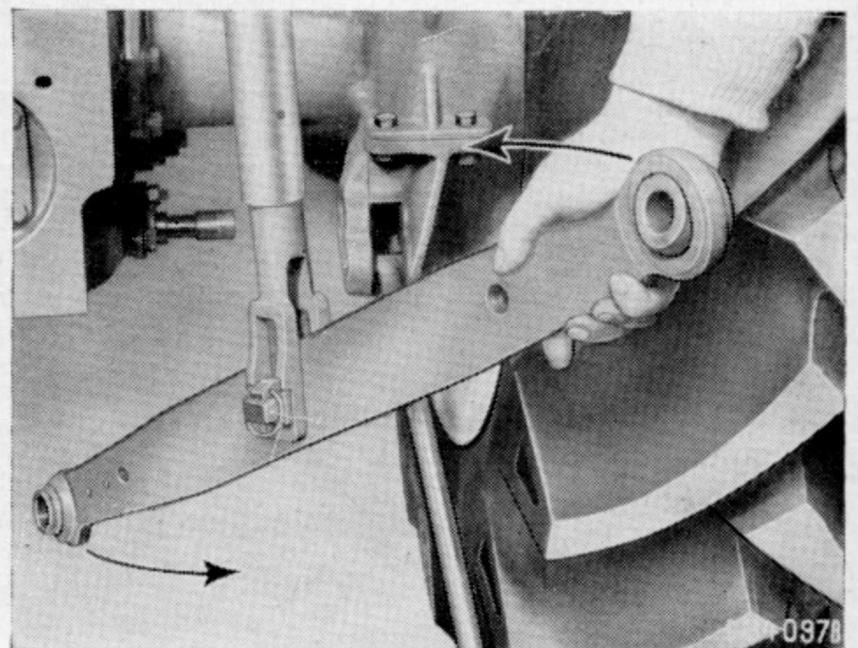

Bild 145. Umstellen der unteren Lenker
b) Beide **unteren** Lenker vom Schlepper lösen, umdrehen (Bild 145) und mit ihrem bisher freien Ende (mit breiter Kugel) am Schlepper befestigen. Ab-
standsbüchsen mit Klappringstecker **umgekehrt** auf Zapfen stecken (vergl. Bild 145 a und 145 b). Einspannbüchsen  $22 \times 28 \text{ mm } \phi$  (beim Werkzeug) **geräte-**
Die Aufhängung der Hubstangen an den unteren Lenkern ist bei Kategorie II weiter hinten (Bild 145 c). Dadurch wird die für die schwereren Geräte der Kategorie II notwendige größere Hubkraft erzielt.
Bild 145 a. Abstandsbüchse — Stellung für Kategorie I (= Auslieferungszustand)
Bild 145 b. Abstandsbuchse
Bild 145 c.